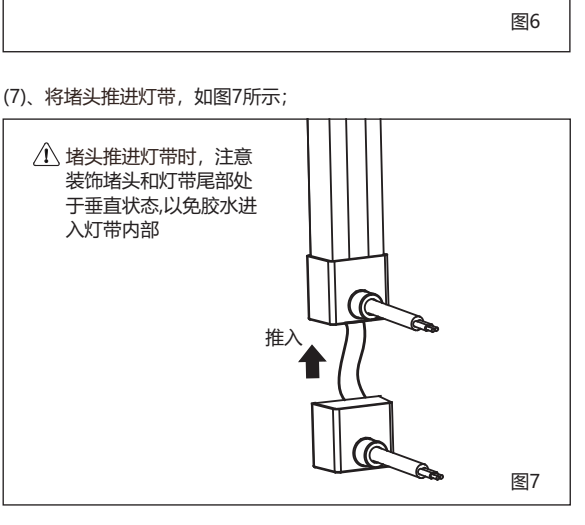

图5
(5). 将有孔灯头穿进线框, 胶水注入灯头内, 如图5所示: